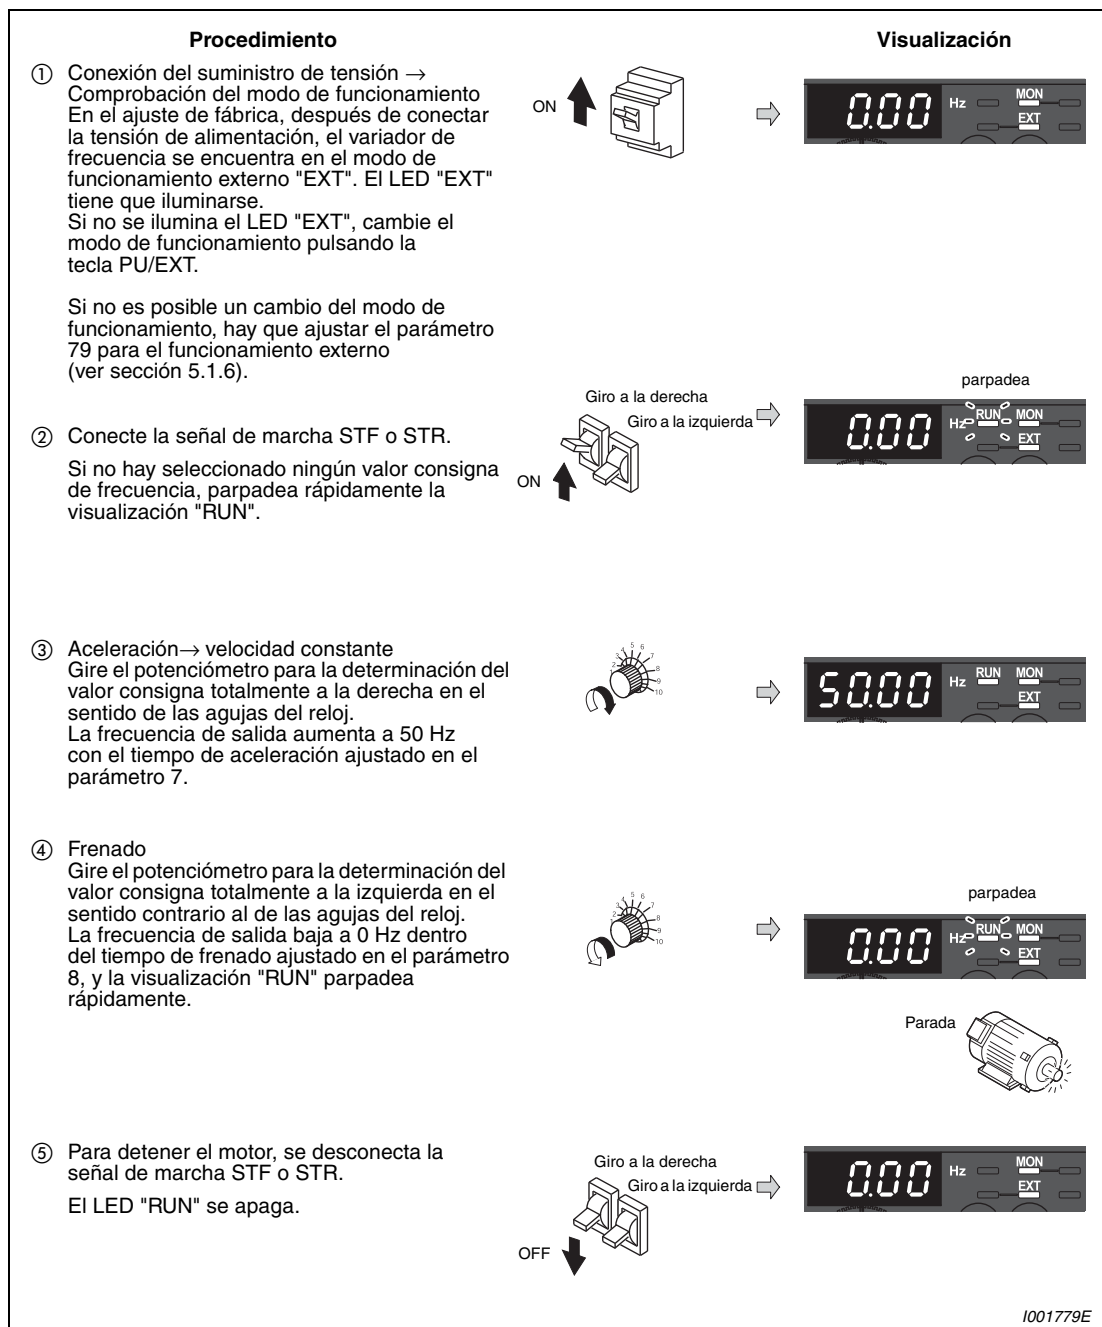

Fig. 5-26: Funcionamiento del variador de frecuencia con ajuste de valor consigna por medio de una señal de tensión analógica
① Gire el dial digital hasta que aparezca "P.125" (parámetro 125).
② Pulse la tecla SET para visualizar el valor actual. Aparece el ajuste de fábrica "50.00" (50,00 Hz).
③ Gire el dial digital hasta que aparezca "40.00" (40,00 Hz).
④ Pulse la tecla SET para guardar el valor.
⑤ Pulse dos veces la tecla MODE para visualizar la frecuencia de salida.
⑥ Para la comprobación del ajuste, conecte la señal de marcha STF o STR y gire el potenciómetro en la dirección de las agujas del reloj hasta el tope final (ver Fig. 5-26, pasos ② hasta ⑤).